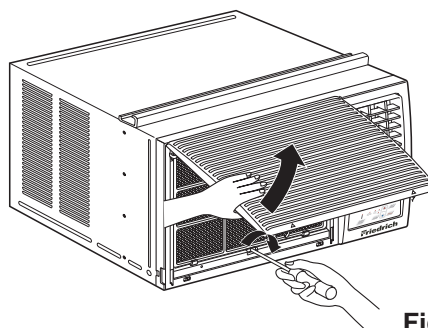

Fig. 11
14. Abaissez la grille de prise d'air et et fixez-la à l'aide d'une vis de Type A passant à travers de la grille. (Fig. 11)